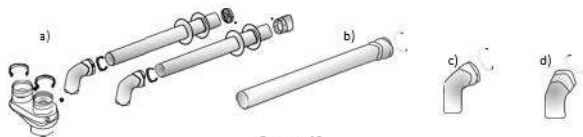

Рисунок 16
1. Набор труб для раздельного подключения воздуховода и дымохода $\varnothing 80 \times 80$ мм (Рисунок 16а)
2. Трубы наращивания длины 500 мм / 1000 мм $\varnothing 80 \times 80$ мм (Рисунок 16б)
3. Колено 900 $\varnothing 80 \times 80$ мм (Рисунок 16с)
4. Колено 450 $\varnothing 80 \times 80$ мм (Рисунок 16д)